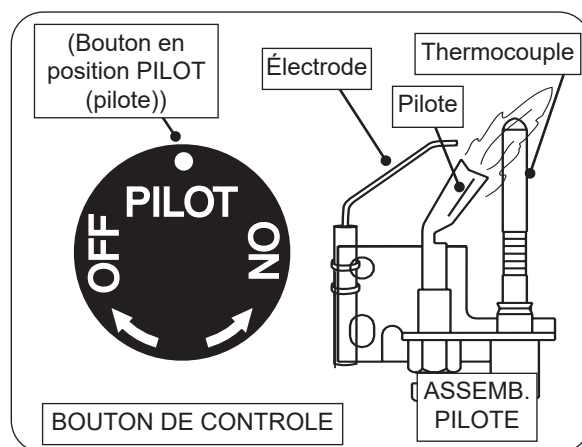

Fig. 75-1 Éclairage pilote
- Localisez l'assemblage de la veilleuse sur le côté ou à l'arrière du bac du brûleur (voir Fig. 75-1).
- Tournez le bouton de commande dans le sens antihoraire ↻ sur **PILOT** (pilote). Appuyez **fermement et complètement** sur le bouton de commande et maintenez-le enfoncé. Appuyez plusieurs fois sur le bouton de l'allumeur piézo jusqu'à ce que la veilleuse s'allume. Continuez à maintenir le bouton enfoncé pendant environ une (1) minute après l'allumage de la veilleuse. Relâchez le bouton et il ressortira. La veilleuse restera allumée. Voir la Fig. 75-1. S'il s'éteint, répétez les étapes 2 à 4.